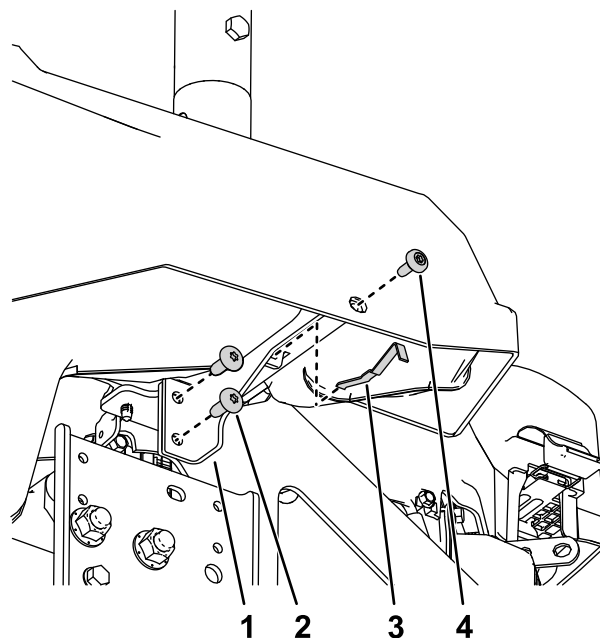

**Figura 8**
2. Instale el amortiguador en el soporte del carenado izquierdo (**Figura 8**).
4. Instale el amortiguador en el soporte del carenado izquierdo (Figura 8).